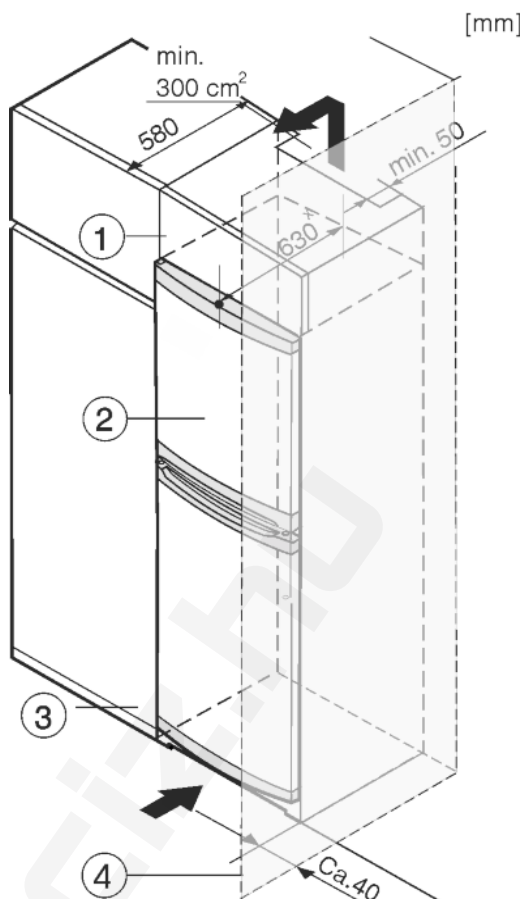

Fig. 8
(1) Rátét szekrény
(2) Berendezés
(3) Konyhaszekrény
(4) Fal
A készüléket körbe lehet építeni konyhaszekrényekkel. Rá lehet szerelni egy rátét szekrényt *Fig. 8 (1)*, hogy a készüléket *Fig. 8 (2)* a konyhabútorok magasságához igazítsa.
Ha a berendezést (max. 580 mm mélységű) konyhaszekrényekkel építi körül, akkor közvetlenül a konyhaszekrény *Fig. 8 (3)* mellett is felállíthatja. A készülék oldalirányban 34 mm x, a közepétől pedig 50 mm x távolságban nyúlik túl a konyhaszekrény előlapjához képest.
Mikor a berendezést a csuklópántokkal egy fal *Fig. 8 (4)* mellett állítja fel, akkor a berendezés és a fal közti távolság legalább 40 mm legyen. Ez nyitott ajtó esetén megfelel a fogantyú túlnyúlásának.